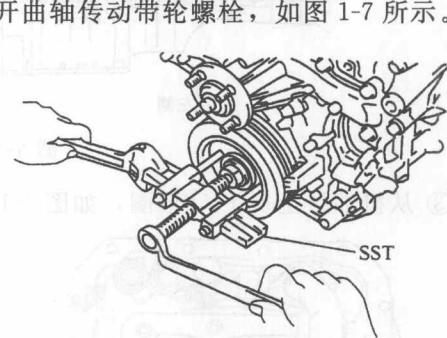
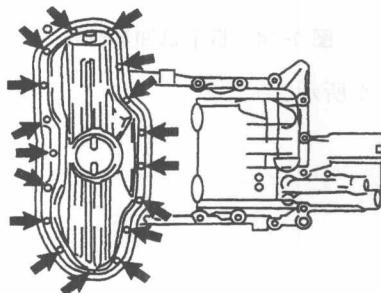

图 1-8 拆下曲轴传动带轮
图 1-9 拆下机油油盘固盘螺栓
② 用曲轴传动带轮螺栓和 SST 拆下曲轴传动带轮，如图 1-8 所示。
(19) 拆下 2 号机油盘。
① 拆下 5 个螺栓和 2 个螺母，如图 1-9 所示。